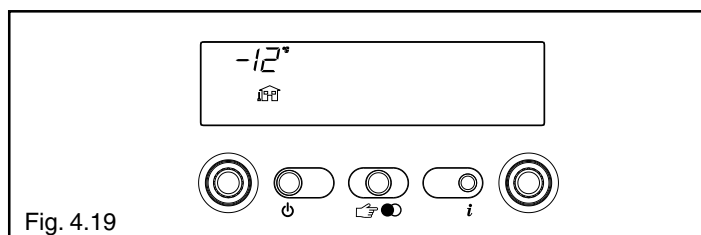

Fig. 4.19
- 1 solo con sonda esterna collegata, visualizza la temperatura esterna (esempio 12 °C) (fig. 4.19).